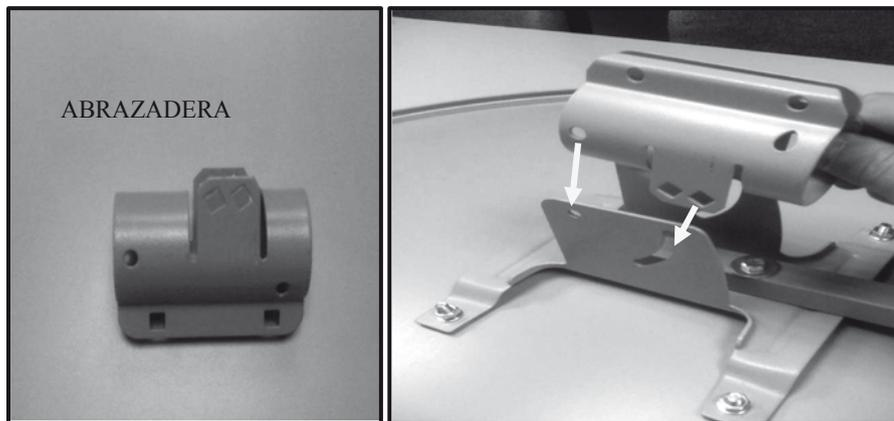

Imagen7. Abrazadera del Mástil.
Instalar la abrazadera del mástil en la base del plato reflector como se muestra en la Imagen 7. Se coloca el (1) tornillo totalmente roscado de cabeza redonda 1/4*64 introduciéndolo por el lado de la base donde el agujero es cuadrado, del lado contrario se coloca la arandela y la tuerca. Apretar firmemente.